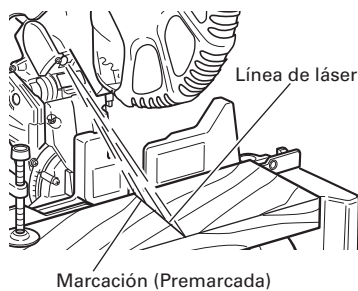

Fig. 20
(3) Tras ajustar la posición de la línea de láser, trace sobre la pieza de trabajo una línea de tinta en ángulo recto y alinee la línea de tinta con la línea de láser. Cuando alinee la línea de tinta, deslice gradualmente la pieza de trabajo y asegúrela con el tornillo de carpintero en la posición en que la línea de láser coincida con la línea de tinta. Trabaje de nuevo en el ranurado y verifique la posición de la línea de láser. Si desea cambiar la posición de la línea de láser, vuelva a realizar los ajustes desde los pasos (1) a (3).
**NOTA:** Compruebe sobre una base periódica que la posición de la línea de láser sea la correcta. Con respecto al método de verificación, trace una línea de tinta en ángulo recto sobre una pieza de trabajo de aproximadamente 1-1/2" (38mm) de alto y 3-1/2" (89mm) de ancho, y compruebe que la línea de láser coincide con la línea de tinta. [La desviación entre la línea de tinta y la línea de láser debe ser inferior al ancho de la línea de tinta (0.5mm)]. (Fig. 20)